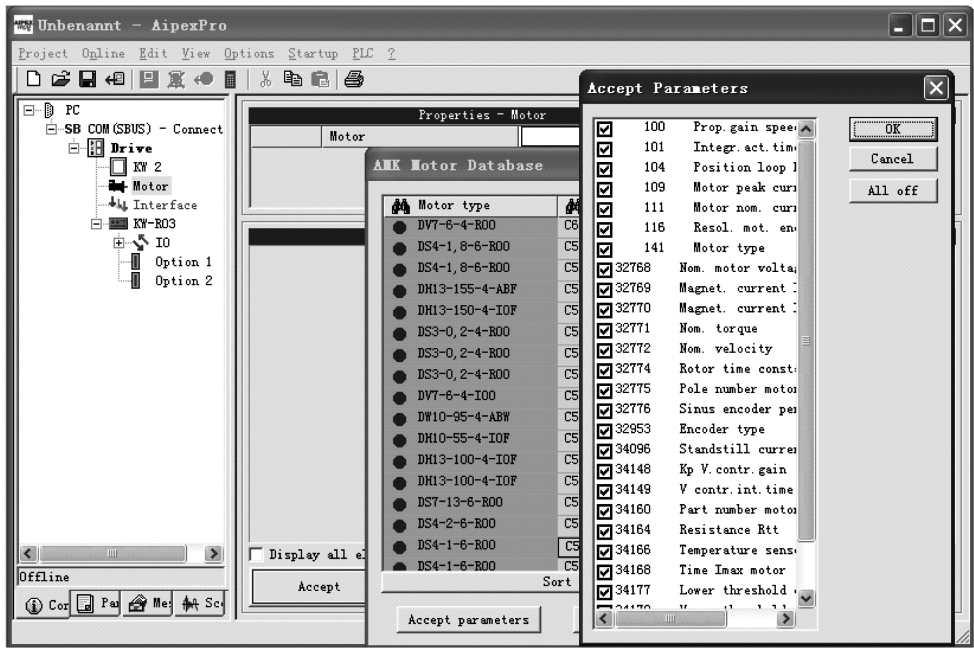

图 4-8 电动机参数确认
5) 此时电动机相关参数全部列出, 如图 4-8 所示, 点击 **OK**, 完成对整个电动机型号及参数的确认。